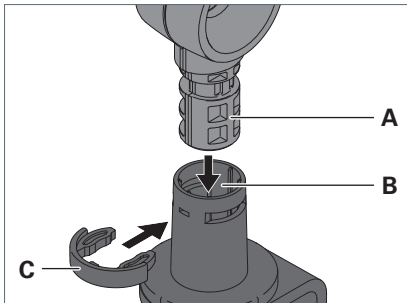

Fig. 4: Leuchte an Tischklemme montieren.
- ▶ Stecken Sie den Zapfen **A** am Gestänge der Leuchte in die Öffnung **B** der Tischklemme, siehe Fig. 4.